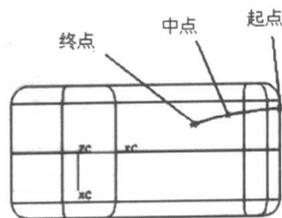

图 1-11 绘制圆弧
(1) 利用 **Basic Curves→Arc** 中的三点画弧法画弧。生成一段起点坐标为  $(-12.5, 61, 0)$ 、终点坐标  $(-8, 35, 0)$ 、中间点选择合适的点的圆弧，如图 1-11 所示。